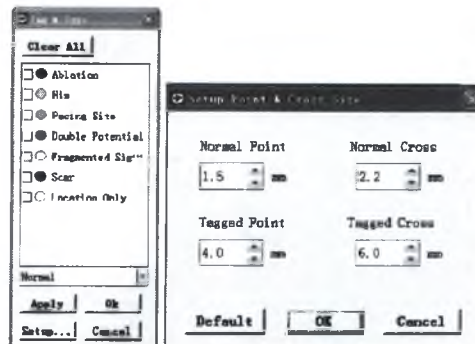
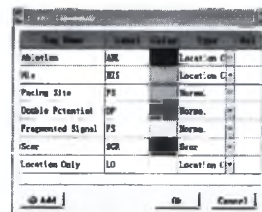

Рис. 10-1: Диалоговое окно для редактирования точки.
Рис. 10-2: Диалоговое окно «Point Tag Setup».
1) Открыть диалоговое окно «Tag & Type» (Метка и Тип) (Рис. 10-1) одним из следующих способов:
a. Нажать на значок [Point Tag & Type] на панели инструментов (в меню, раскрываемом при нажатии этого значка, есть опции «Point Tag Setup» (Настройка метки точки) и «Point Size Setup» (Настройка размера точки). При нажатии на любую из этих опций появится диалоговое окно «Point Tag Setup» или «Point Size Setup». См. Рис. 10-1 (справа) и Рис. 10-2).
В диалоговом окне «Tag & Type» нажать на кнопку [Setup] (Настройка) или нажать на опцию «Point Tag Setup» в раскрываемом меню рядом со значком [Point Tag & Type] на панели инструментов, чтобы открыть диалоговое окно «Point Tag Setup» (Рис. 10-2).